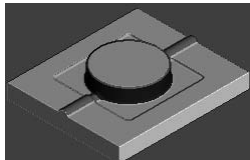

图 3-175 仿真加工结果
2) 在“仿真”工具栏的“当前刀具路径”下拉列表中选择要模拟的刀具路径 finish2, 然后单击“执行”按钮, 系统开始自动仿真加工, 仿真加工结果如图 3-175 所示。